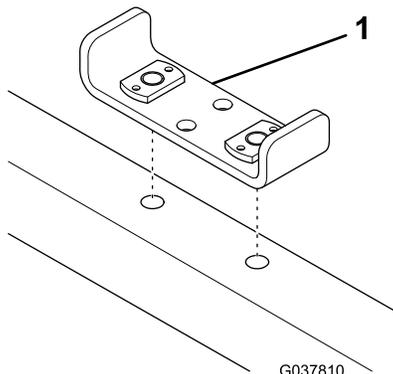

Figura 1
5. Coloque el bastidor de tuerca en la parte superior del bastidor del vehículo (Figura 1).